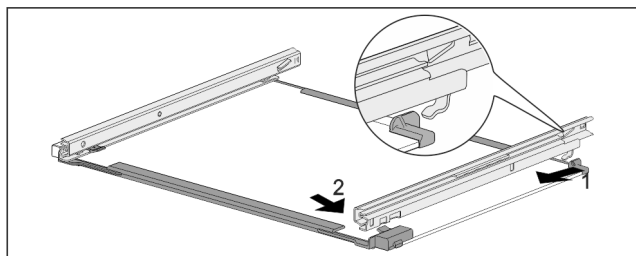

Fig. 195 带轨道的玻璃隔板
- ▶ 轨道后部钩入。 Fig. 195 (1)
- ▶ 轨道前部卡紧。 Fig. 195 (2)